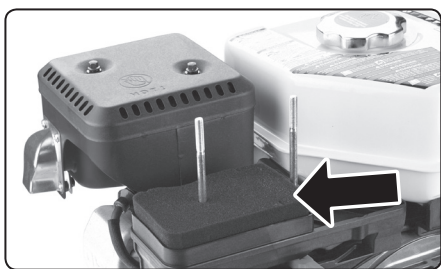

Abb.7, Illustrationsabbildung für die Einsetzung des Luftfilters
- **Für den Zutritt zum Luftfilter schrauben Sie die Flügelmutter ab, die die Abdeckung des Luftfilters hält und nehmen Sie dann die Abdeckung ab (Abb.7).**